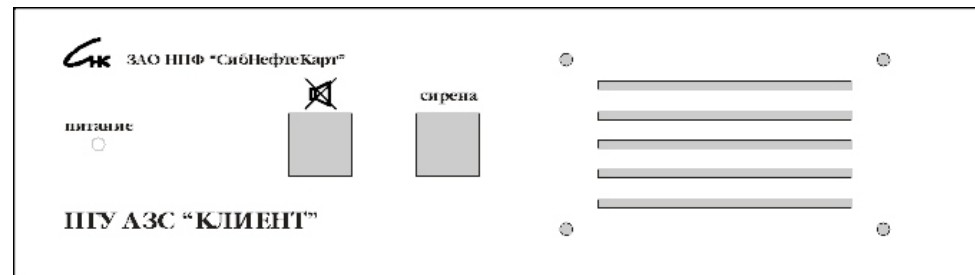

Рис. 1. Вид прибора ПГУ АЗС «Клиент» со стороны передней панели.
5.1.1. Расположение органов управления показано на Рис. 1.